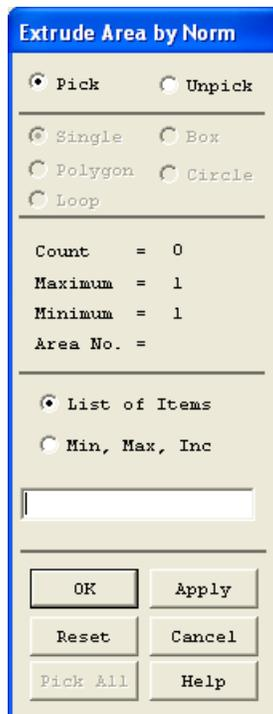

Рисунок 99. Диалоговое окно выбора поверхности для выдавливания
- выбрать поверхность, которая будет выдавливаться и нажать **OK** или **Apply** в окне выбора **Extrude Area by Normal** (Рисунок 99).